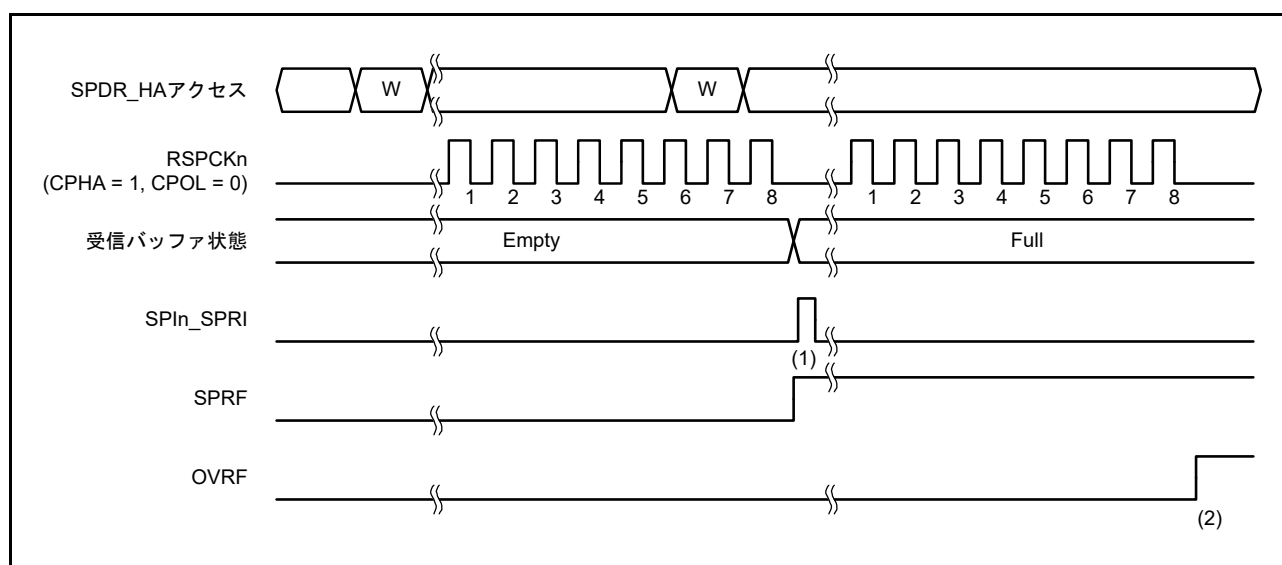
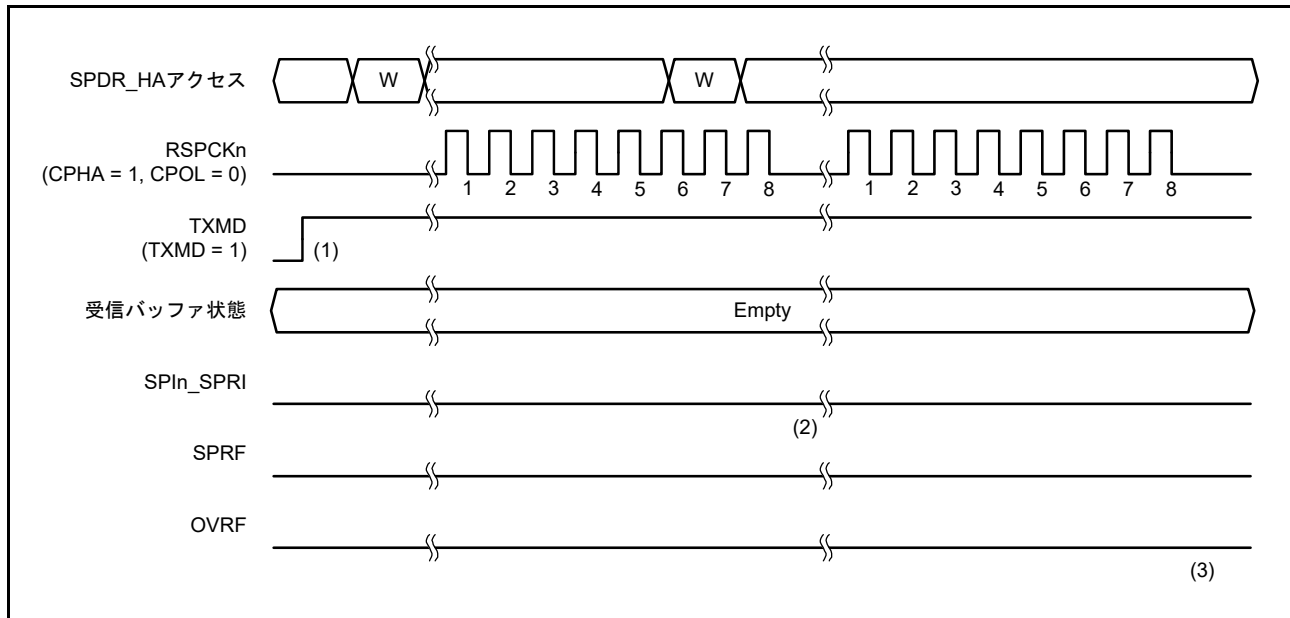

図 32.28 SPCR.TXMD = 0 の動作例
図 32.29 SPCR.TXMD = 1 の動作例
通信動作モード選択ビット (SPCR.TXMD) の設定により、全二重同期式シリアル通信または送信のみの動作が選択できます。図 32.28、図 32.29 に記載のレジスタアクセスは、SPDR/SPDR_HA レジスタへのアクセス状況を示しています。W は書き込みサイクルを示しています。
図 32.28 に、通信動作モード選択ビット (SPCR.TXMD) を 0 にした場合の動作例を示します。この例では、SPI0 の場合は SPDCR.SPFC[1:0] ビットが 00b、SPCMDm.CPHA ビットが 1、SPCMDm.CPOL ビットが 0 の設定で、SPI1 の場合は SPCMD0.CPHA ビットが 1、SPCMD0.CPOL ビットが 0 の設定で、SPI が 8 ビットのシリアル転送を実行しています。RSPCKn 波形の下に記載した数字は、RSPCK サイクル数 (= 転送ビット数) を示しています。
以下に、図 32.28 の (1)、(2) に示したタイミングでのフラグ動作を説明します。
- (1) SPDR_HA レジスタの受信バッファが空の状態ではシリアル転送が終了すると、SPI は受信バッファフル割り込み要求 (SPIIn_SPRI) を発生させ、SPSR.SPRF フラグを 1 にして、シフトレジスタの受信データを受信バッファにコピーします。
- (2) SPDR_HA レジスタの受信バッファに以前のシリアル転送の受信データがある状態でシリアル転送が終了すると、SPI は SPSR.OVRF フラグを 1 にしてシフトレジスタの受信データを破棄します。
図 32.29 に、通信動作モード選択ビット (SPCR.TXMD) を 1 にした場合の動作例を示します。この例では、SPI0 の場合は SPDCR.SPFC[1:0] ビットが 00b、SPCMDm.CPHA ビットが 1、SPCMDm.CPOL ビットが 0 の設定で、SPI1 の場合は SPCMD0.CPHA ビットが 1、SPCMD0.CPOL ビットが 0 の設定で、SPI が 8 ビットのシリアル転送を実行しています。RSPCKn 波形の下に記載した数字は RSPCK サイクル数 (= 転送ビット数) を示しています。
以下に、図 32.29 の (1) ~ (3) に示したタイミングでのフラグの動作内容を説明します。
- (1) 送信のみ動作 (SPCR.TXMD = 1) への遷移は、受信バッファにデータが残っていないこと (SPSR.SPRF = 0)、SPSR.OVRF フラグが 0 であることを確認してから、行ってください。
- (2) SPDR_HA レジスタの受信バッファが空の状態ではシリアル転送が終了すると、送信のみモード (SPCR.TXMD = 1) を選択している場合、SPSR.SPRF フラグは 0 を保持し、SPI はシフトレジスタのデータを受信バッファへコピーしません。
- (3) SPDR_HA レジスタの受信バッファに以前のシリアル転送の受信データは存在しないため、シリアル転送が終了しても、SPSR.OVRF フラグは 0 を保持し、シフトレジスタのデータを受信バッファへコピーしません。